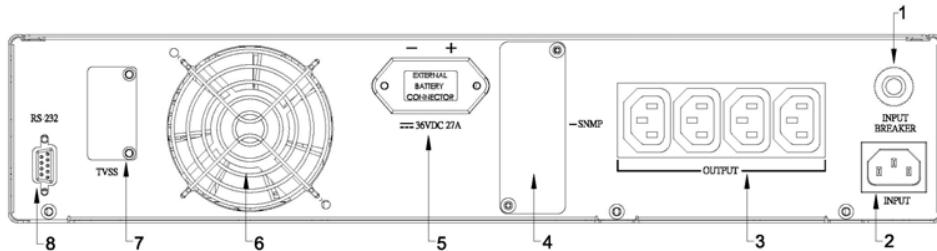

Рис. 2-6.1. Задняя панель ИБП на 1 кВА
На задней панели расположены (см. рис. 2-6.1, 2-6.2):
- ИБП подключается к питающей сети через разъем типа IEC 320 (позиция 2 на рис. 2-6.1, 2-6.2). Для этого соедините соответствующий разъем сетевого шнура питания ИБП с разъемом «Input» на задней панели ИБП.